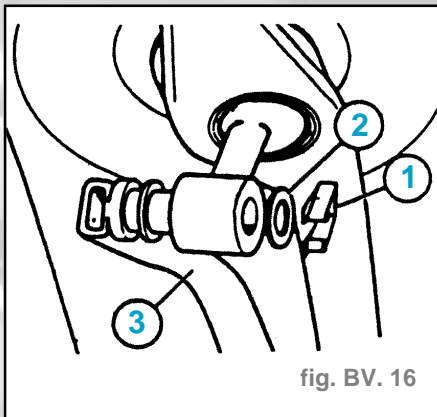

fig. BV. 16
- Enlever l'arrêtoir (1) (fig. BV. 16).